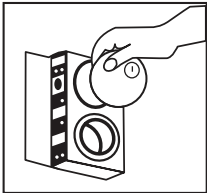

FIGURE 2
2. Instale el juego de cerrjos (se vende por separado) con un seguro posterior de 2-3/8 pulg. Luego, extienda por completo los pernos de fijación en la posición de bloqueo (Fig. 2).